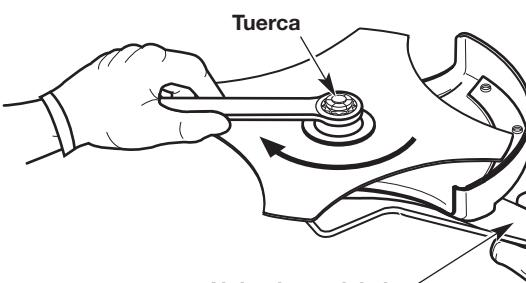

Fig. 10
- Mantenga la varilla de seguridad en su lugar sujetando el otro extremo contra el alojamiento del eje (Fig. 10).
- Mientras sostiene la varilla de seguridad en su lugar, afloje la tuerca girándola en el sentido de las agujas del reloj con una llave de tuercas (Fig. 10).